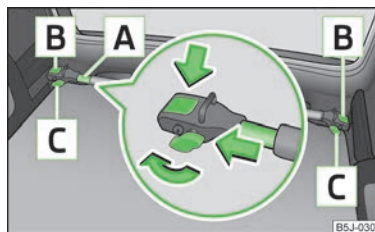

Fig. 56
- Slăbiți și extrageți puțin șuruburile de siguranță **C** » fig. 56, astfel se deblochează elementele de susținere **B**.